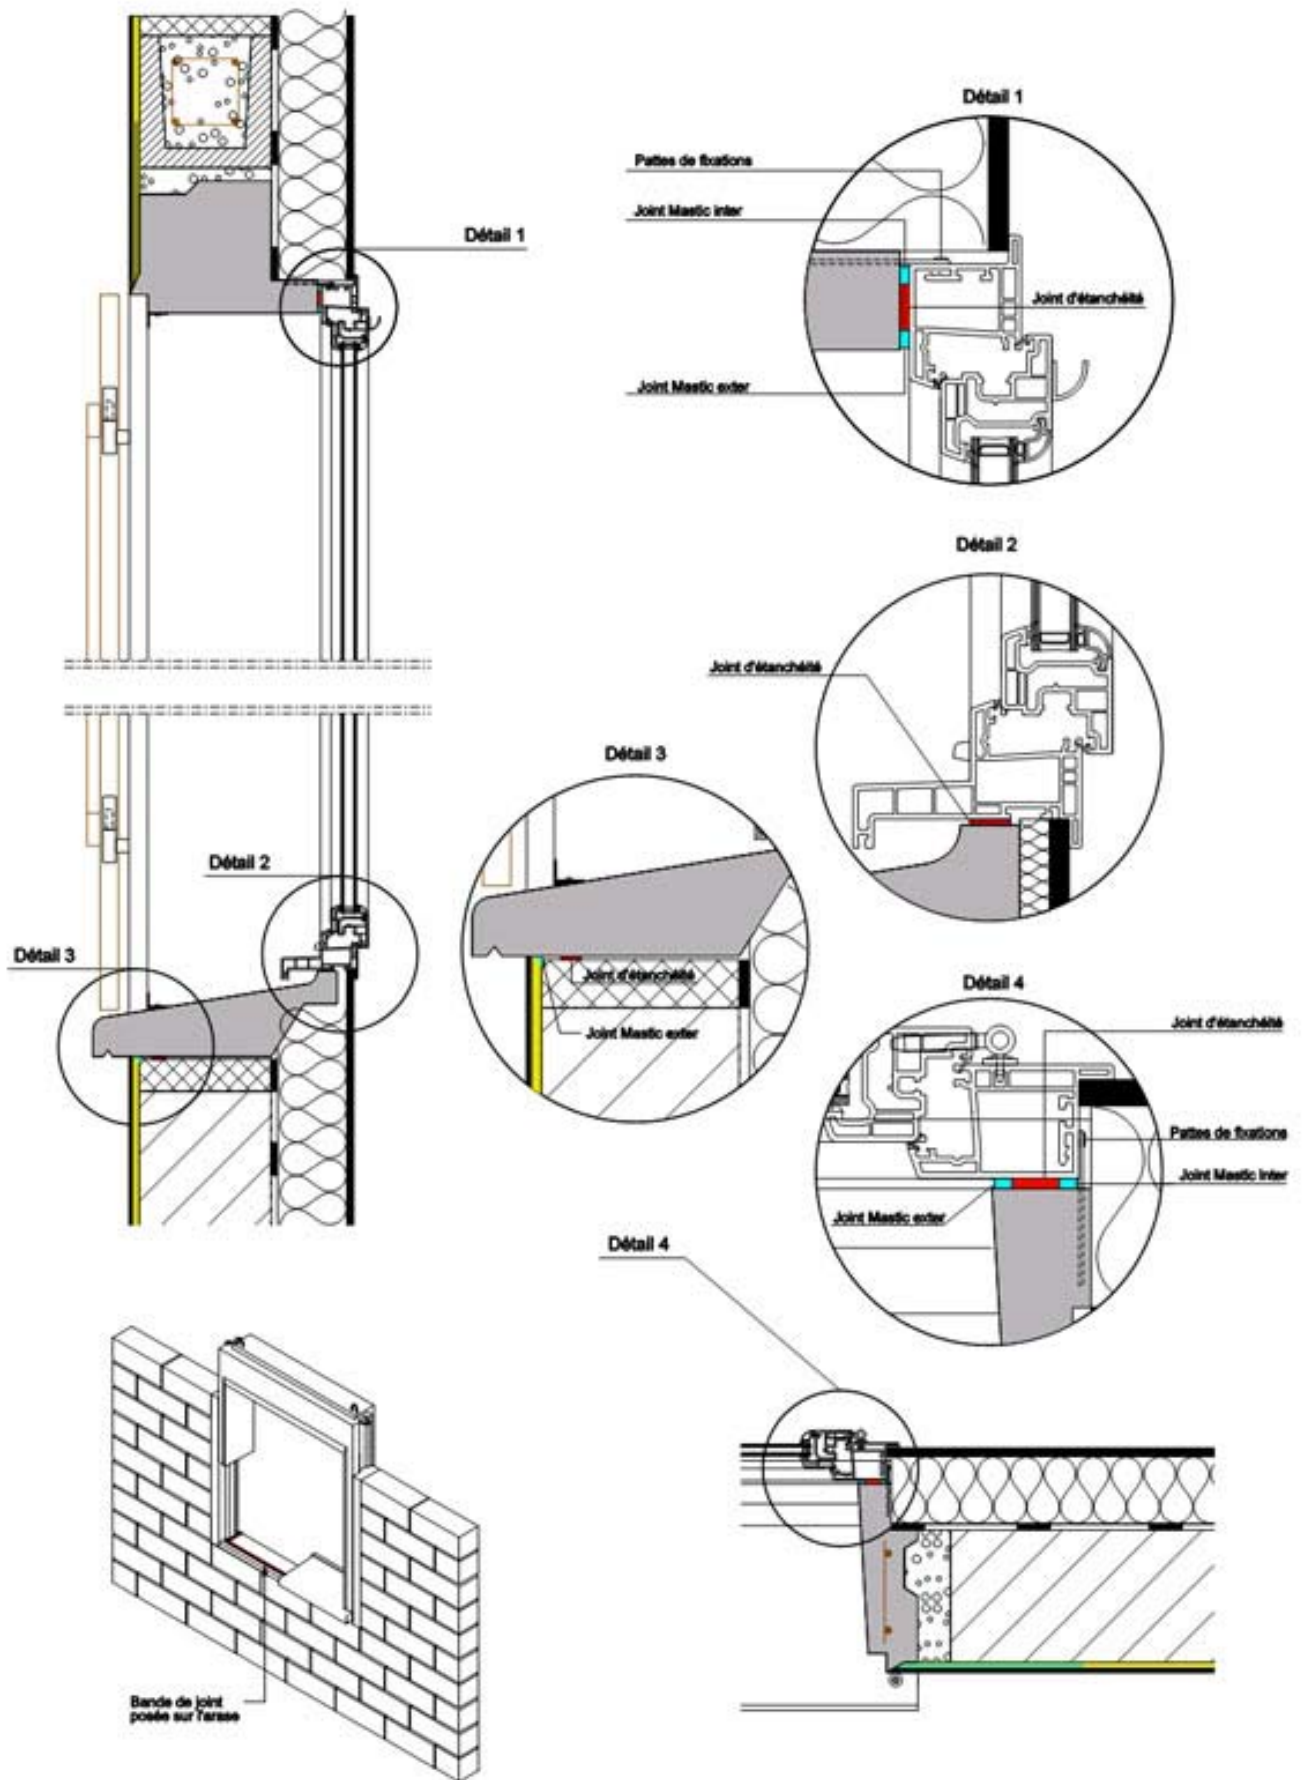

Figure 5 - Etanchéité sur Arase et menuiserie
5.3 Pose des encadrements (figure 5)